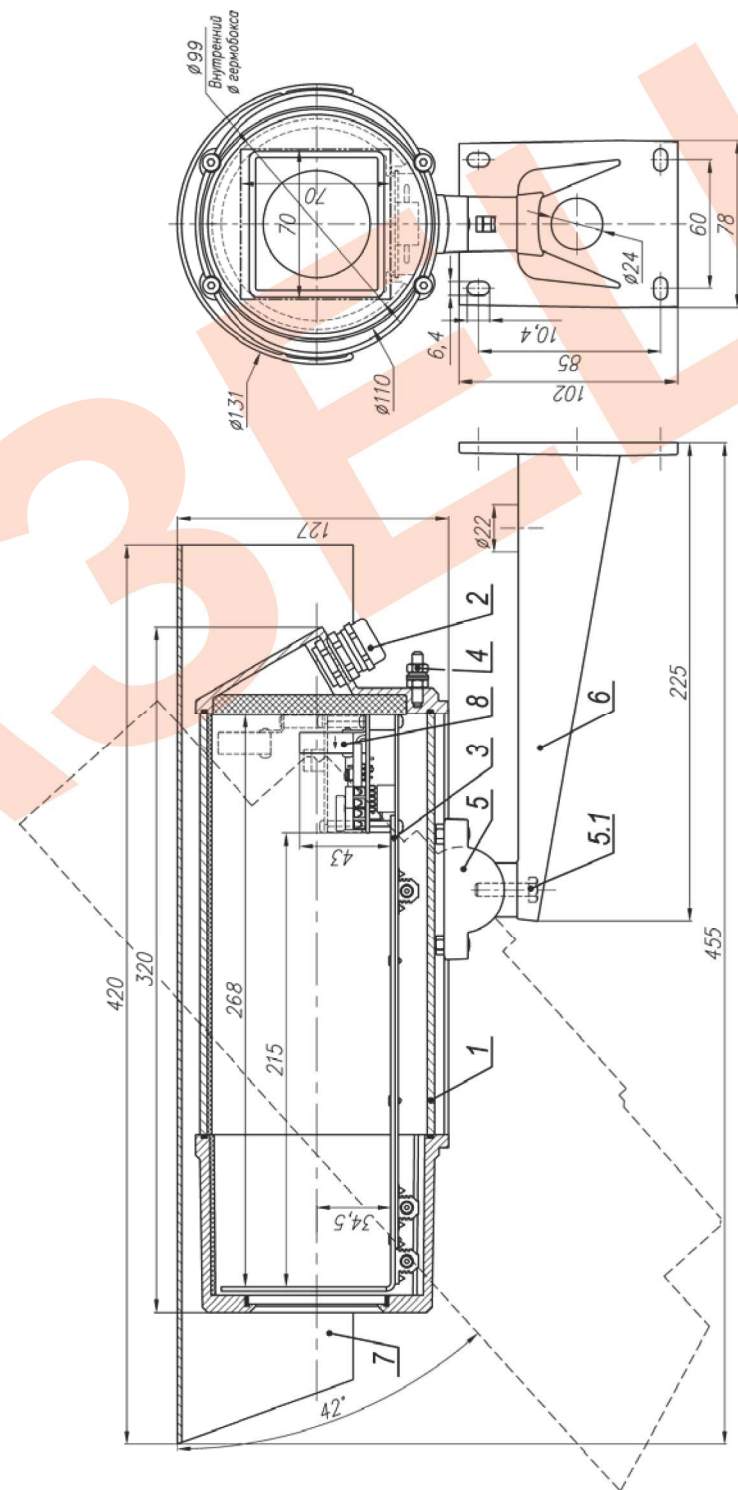

Рис.1 Состав и габаритно-установочные размеры ТГБ-7
2. Выдвинуть модуль видеокамеры (поз.3 рис.1) из кожуха.
8. Ослабив болт фиксации шарнира (поз.5.1 рис.1), установить гермобокс на нужное направление обзора, после чего надежно зафиксировать шарнир затянув болт.
9. Заземлить гермобокс с помощью болта заземления (поз.4 рис.1).
В состав изделия входят (см. рис.1):